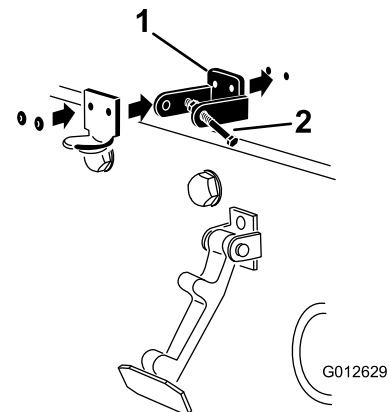

Bild 5
4. Fluchten Sie die Befestigungslöcher aus und positionieren Sie gleichzeitig die Halterung des CE-Riegels und des Motorhaubenriegels auf der Motorhaube (Bild 5).
6. Nieten Sie die Halterungen und Scheiben an die Haube (Bild 5).